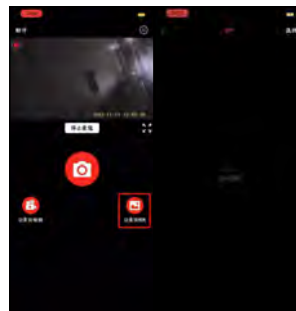

Figure 9
5.7 Dans la page d'enregistrement vidéo à l'arrière, cliquez sur [Enregistreur photo], cela entre dans la liste des photos. (Voir Figure 9)